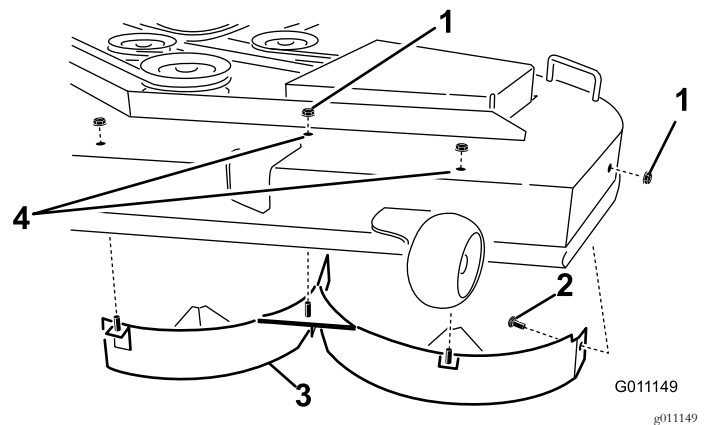

Figura 28
4. Remova as 2 porcas de bloqueio (5/16 pol.) presas aos postes soldados do abafador esquerdo, na parte superior da plataforma do cortador, nas posições central e esquerda (Figura 28).
6. Remova o abafador esquerdo da plataforma de corte como se mostra na Figura 28.